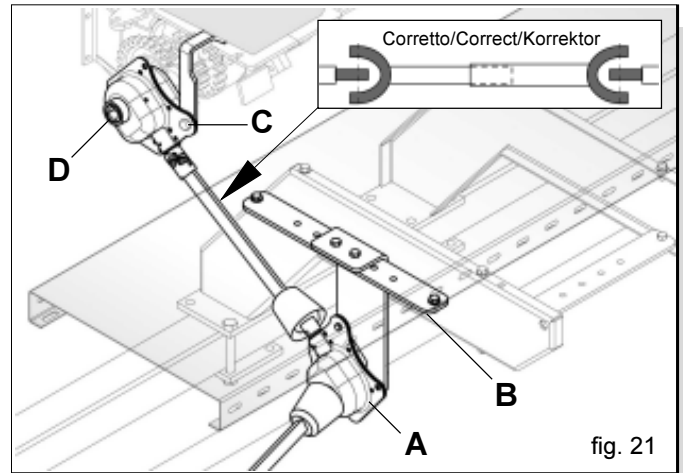

fig. 21
Beim Zusammenbau Sämaschine/Ausrüstung und in Anwesenheit der hydraulischen Hubvorrichtung des Sächarrenhalterrahmens ist sicherzustellen, dass die Antriebsorgane der Sämaschine (Abb. 21) nicht mit dem normalen Betrieb anderer Teile der Gesamtheit interferieren oder interferieren können. Den Getriebevorgelegekasten (A Abb. 21) gegebenenfalls an der Halterung (B) verschieben.
ACHTUNG! Die den Kasten (D Abb. 21) befestigende Schraube (C Abb. 21) nicht vollständig festziehen, da die Oszillation gewollt ist.
Beim Einbauen der Kardanwellen sind die Anleitungen auf Abbildung 21 zu beachten.